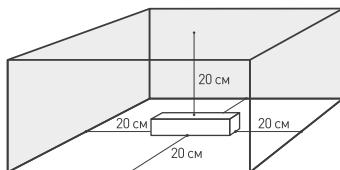

Рис. 1.
- 4.2. Для соблюдения температурного режима работы обеспечьте свободное пространство вокруг источника питания (см. рис. 1). При необходимости используйте принудительную вентиляцию.